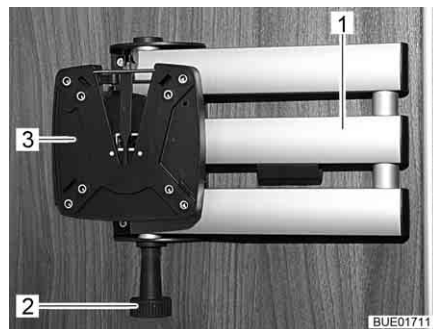

Bild 74 Fäste med ledad arm
- Dra i låsknappen (Bild 74,2). Den ledade armen (Bild 74,1) är upplåst.
- Vrid tillbaka den platta bildskärmen till utgångsläget, tills fästet (Bild 74,3) hakar hörbart fast i låset.